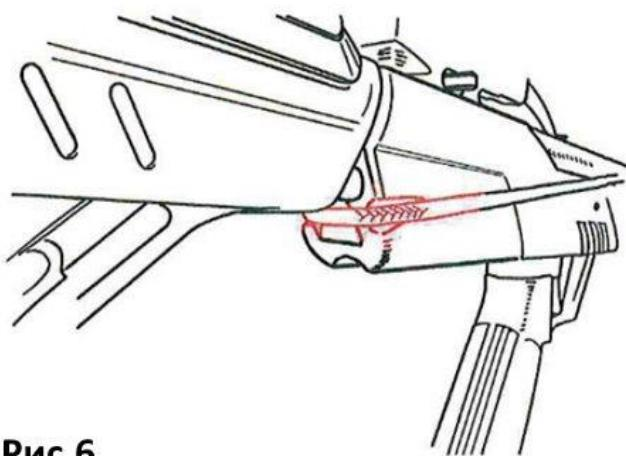

Рис.6
3. За спусковым механизмом располагается специальное углубление, проденьте через него трос натяжителя, так чтобы рукоятки и крючки натяжителя оказались внизу (Рис.6).